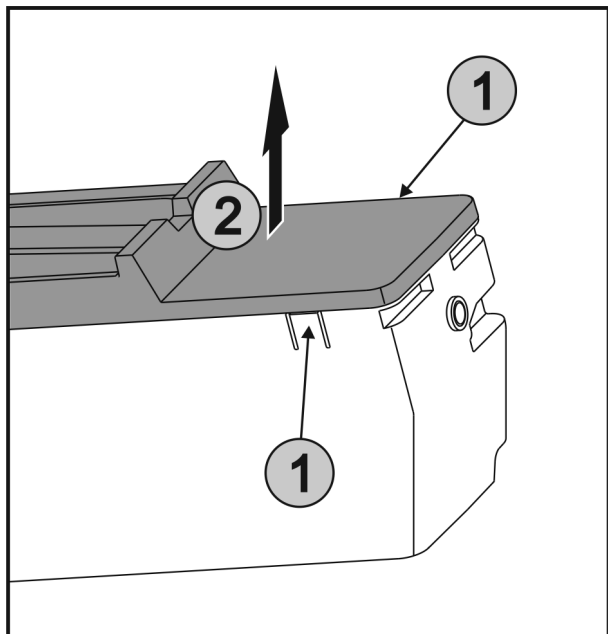

Fig. 40
- ▶ Lippen Fig. 40 (1) aan beide zijden van EasyTwist-Ice gelijktijdig indrukken en de afdekking Fig. 40 (2) omhoog verwijderen.